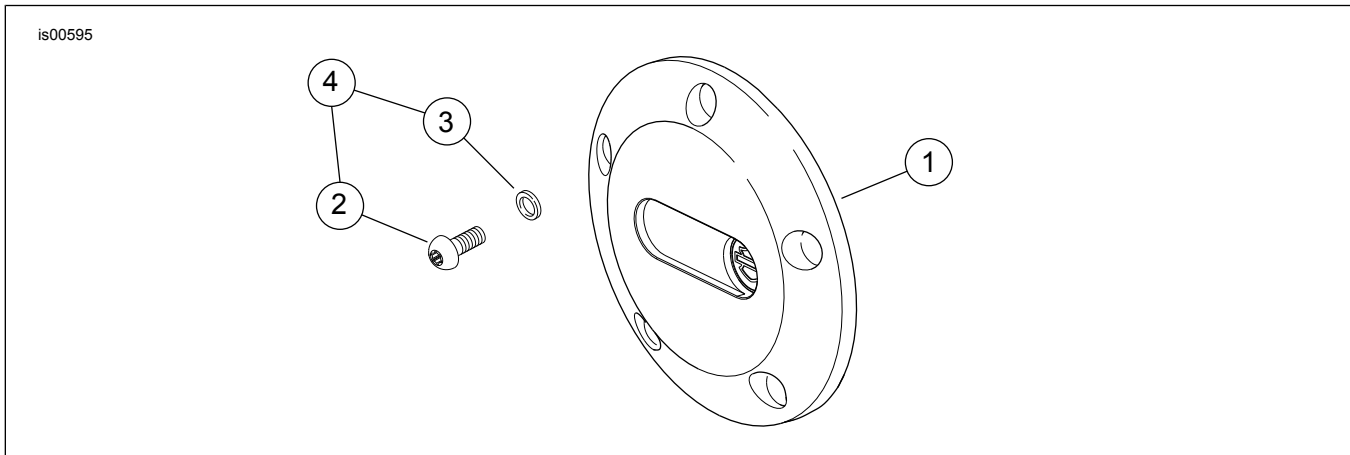

Figura 2. Coperchio di accesso alla frizione "Aluminator"
Vedere Figura 2 e Tabella 1.
- b. Vedere Figura 2. Collocare una rondella (3) dal kit sulla filettatura di una delle **nuove** viti (2). Inserire le filettature delle viti nel foro superiore nel coperchio di accesso alla frizione e inserirle attentamente a fondo attraverso il foro triangolare nella guarnizione. Non spingere la vite attraverso il foro.